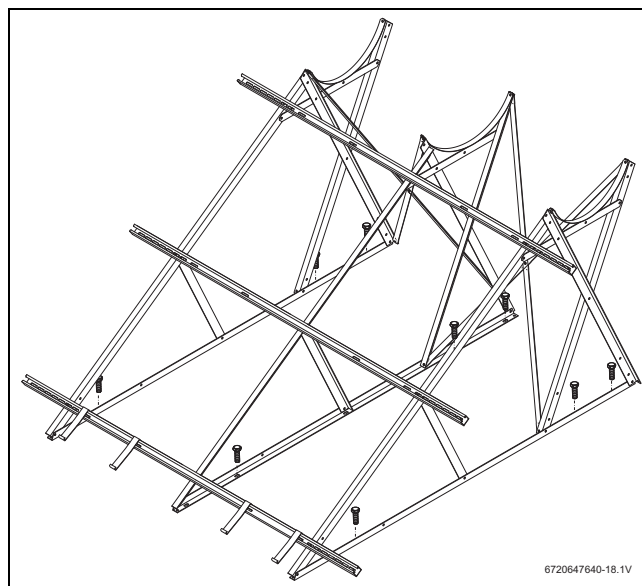

Fig. 27 Soporte para tejado plano - anclaje directo en el tejado (sistema de 300 I)
Los perfiles de soporte inferiores deben fijarse al suelo con tres tornillos (diámetro menor 10 mm) por cada perfil de soporte (Fig. 27).
- Fijar los perfiles mediante el anclaje directo en el tejado (Fig. 27).